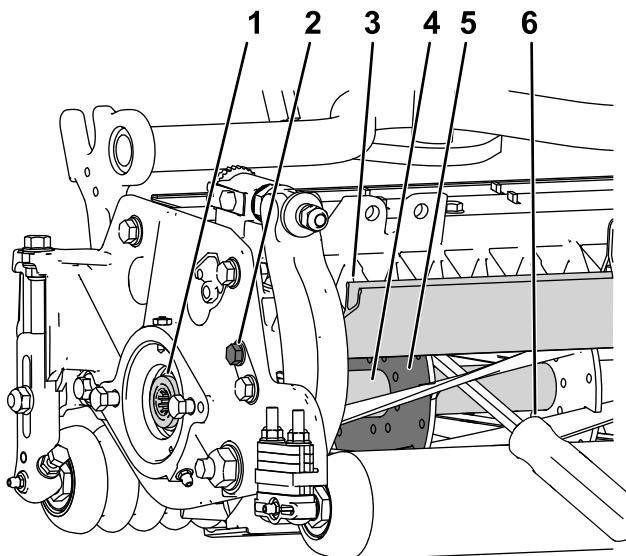

図 26
1. カッティングユニット左側のシールドボルトをゆるめて後シールドを上げる図 26。
2. 長い柄のバール9 mm x 30 cm 程度のドライバータイプのもの。握りのついているものがよいを用意する。バールは、トルク作業を行う側に近い側で、リールの裏側から差し込むようにする図 26。
3. リールサポートプレートの溶接されている側からバールを入れ図 26、